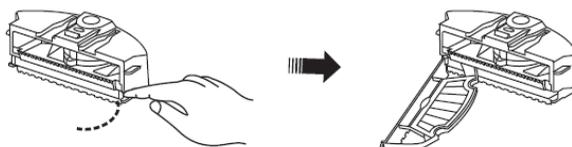

Рис.6
- 4) Откройте защелку, и выдвинется фильтр. (См. Рис.6)